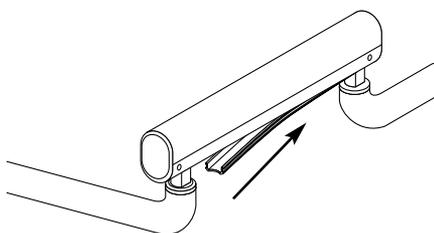

Figura 20. Installazione della protezione del braccio snodabile
6. Reinstallare la protezione di plastica flessibile (vedere la Figura 20). La protezione viene facilmente reinserita nella sede. Inserirla prima da un lato guidandola poi nella sede lungo la parte inferiore del braccio.